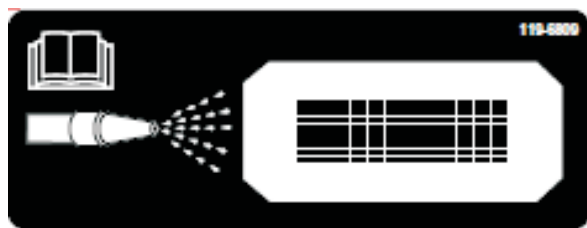
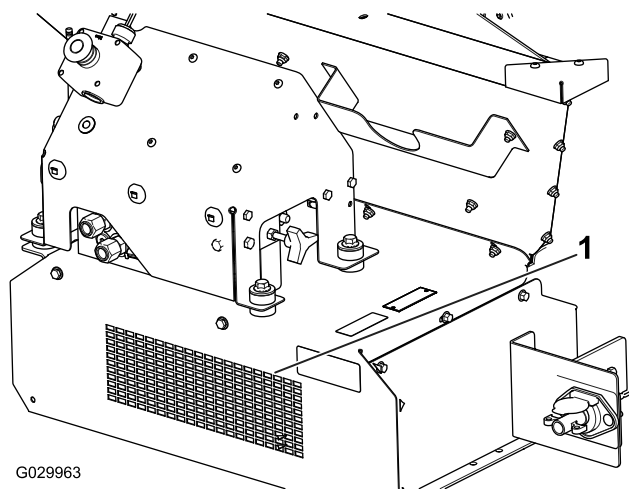

図 57
図 58
10. 機体の前部に清掃ステッカー 図 57 が貼付されている ステッカーに描かれているように、水道ホースを使って前ガードのメッシュから水を掛け、腹板に残っている資材を完全に流し出す 図 58。